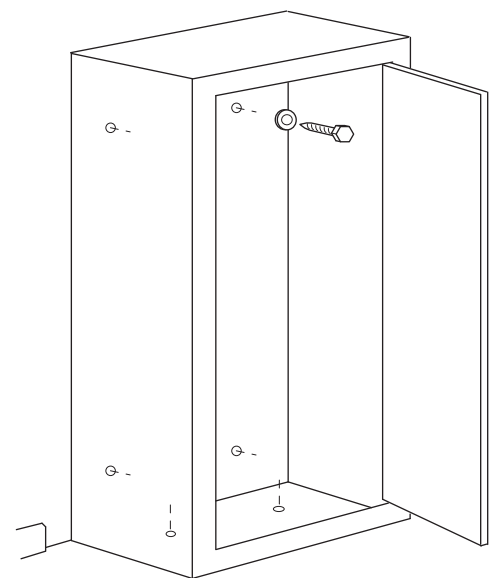

Figura 10
La caja fuerte debe estar plana sobre la pared y el suelo. Quite el zócalo si es necesario. (Figura 10)
Taladre (4) hoyos piloto (guías, poco profundos) de 4,7mm de diámetro dentro de la pared y fije la caja fuerte a la pared utilizando 4 pernos y rondanas c/u. (Figura 10)